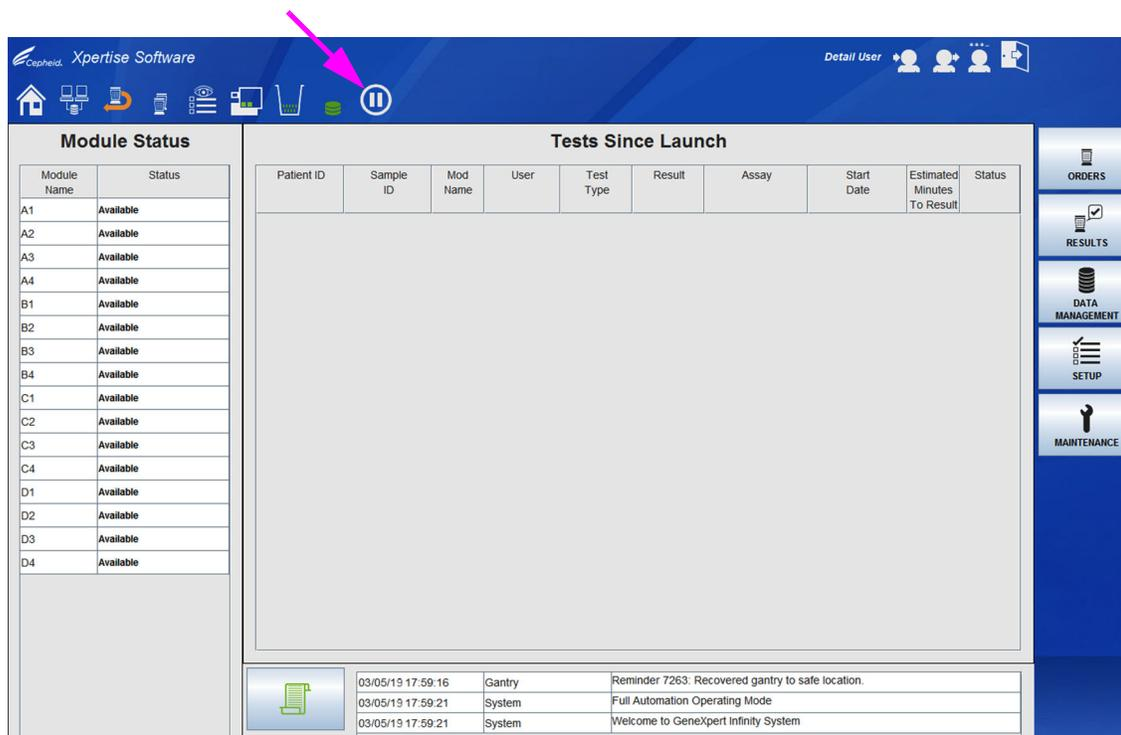
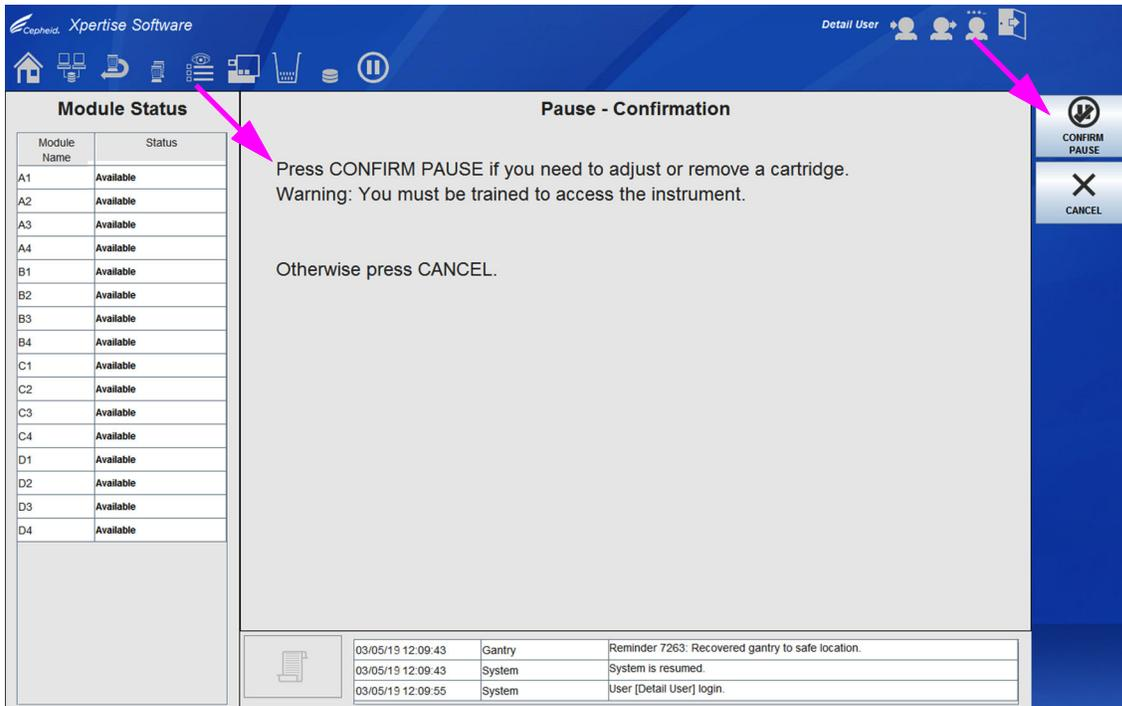
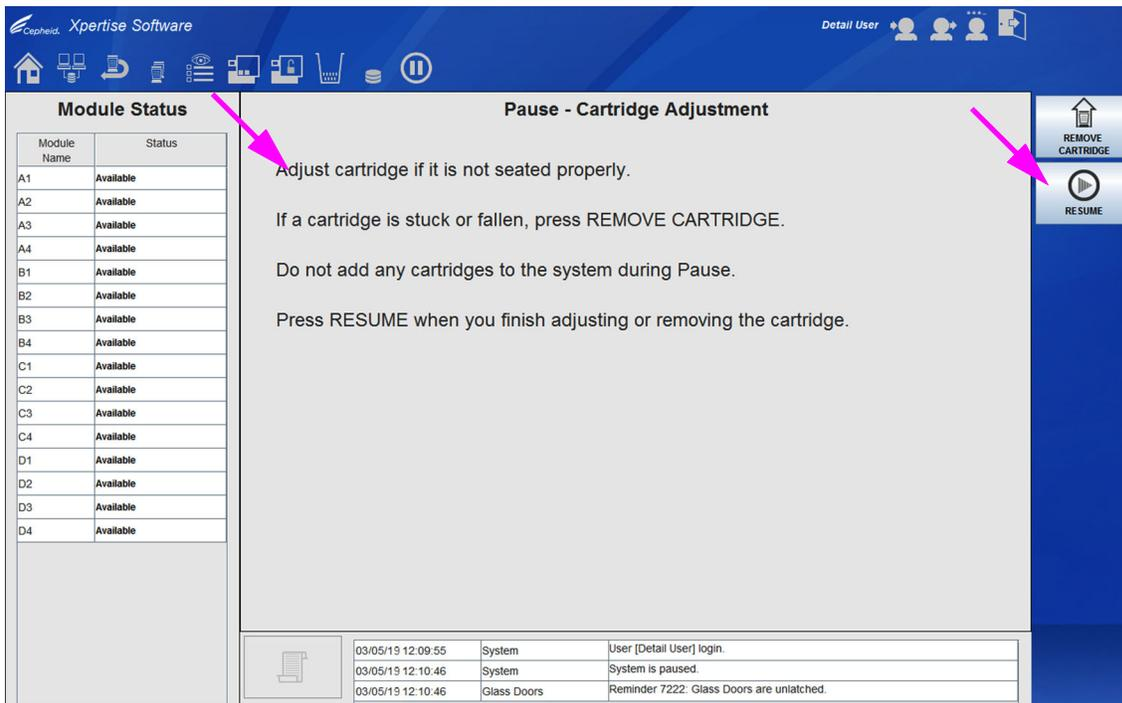

图 10-34. Xpertise 软件主页工作区
图 10-35. 暂停 - 确认 (Pause - Confirmation) 工作区
图 10-36. 暂停 - 检测盒调整 (Pause - Cartridge Adjustment) 工作区
1. 选择位于控制面板上的 **暂停** 图标（参见图 10-34）。暂停 - 确认 (Pause - Confirmation) 工作区会显示。请参见图 10-35。
2. 阅读并执行暂停 - 确认 (Pause - Confirmation) 工作区中提供的说明（参见图 10-35）并选择**确认暂停 (CONFIRM PAUSE)** 按钮。暂停 - 检测盒调整 (Pause - Cartridge Adjustment) 工作区会显示。请参见图 10-36。
3. 阅读并执行暂停 - 检测盒调整 (Pause - Cartridge Adjustment) 工作区中所提供的说明。请参见图 10-36。调整任何需要重新放置的检测盒。